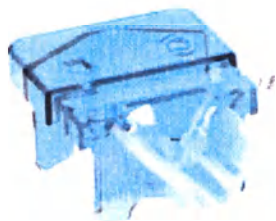

Рисунок 3 – Схематическое изображение картриджа Comvit в пластмассовом держателе
3.8.3.3 Картридж Comvit имеет камеру, в которой размещена линза MIOL-SOFT, и конусообразный носик (рисунок 3). Картридж Comvit закреплен в пластмассовом держателе. Картридж изготовлен из полипропилена, держатель – из поликарбоната.